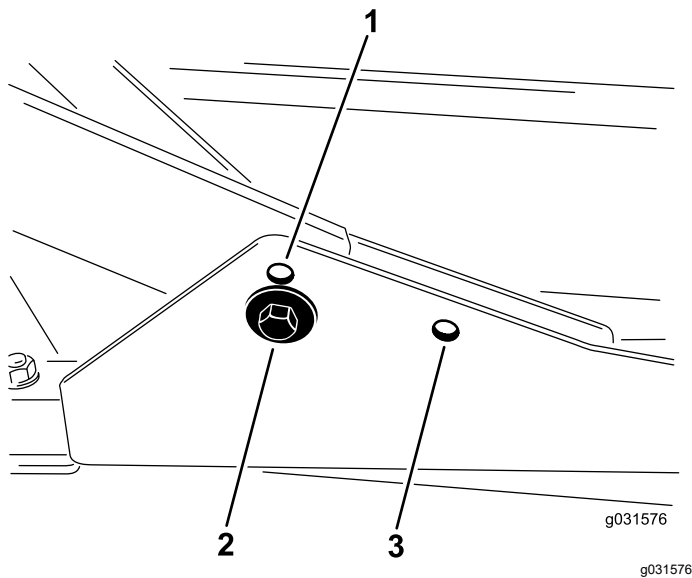

Figura 12
1. Para alturas de corte de entre 2 cm y 7.6 cm ( $\frac{3}{4}$ " y 3"), monte los bastidores de tiro delanteros en los taladros de montaje delanteros inferiores (Figura 12).
delanteros en los taladros de montaje delanteros superiores (Figura 12).
Para todas las alturas de corte, monte la unidad de corte trasera en los taladros de montaje traseros (Figura 12).